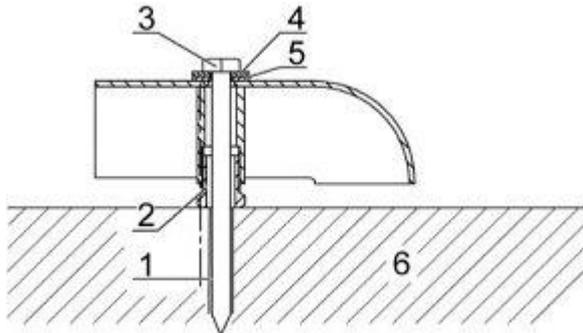

Figura 9 Elementos de fijación.
- ⇒ En primer lugar premontar el CHM 15k con los tornillos de fijación y las arandelas suministradas (ver Figura 9) sin apretar en la cimentación de hormigón.